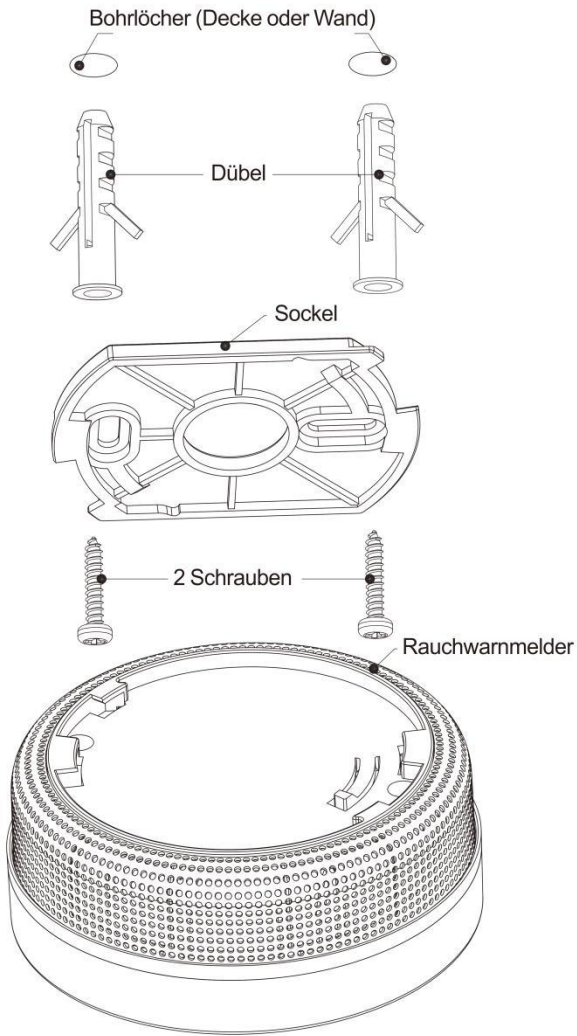

Bild 4
- Legen Sie den Sockel an die Bohrlöcher und befestigen Sie ihn zuverlässig mit den 2 Schrauben (siehe Bild 4).